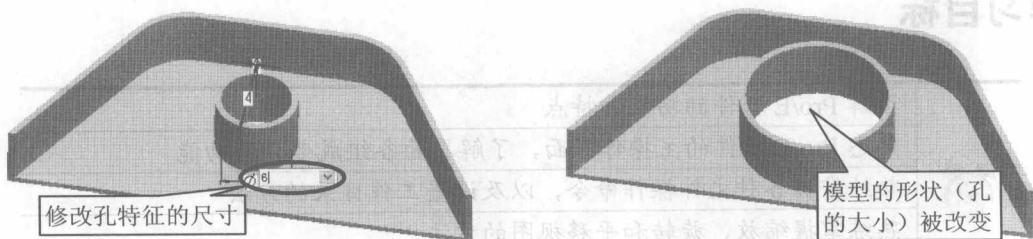

图 1-2 通过修改尺寸调整模型的形状
- ✕ **参数化设计:** 在 Pro/E 中, 模型的形状是由尺寸驱动的, 系统将特征的所有尺寸定义为可变。因此, 用户可以随时通过修改尺寸值来调整模型的形状, 如图 1-2 所示。